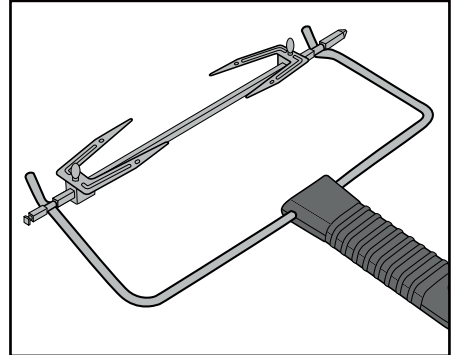

Fig. 3: Enganche del mango **12** en el espetón **16**
- Para retirar el espetón **16** caliente, inserte los ganchos del extremo del mango **12** en los orificios del espetón **16** (fig. 3):